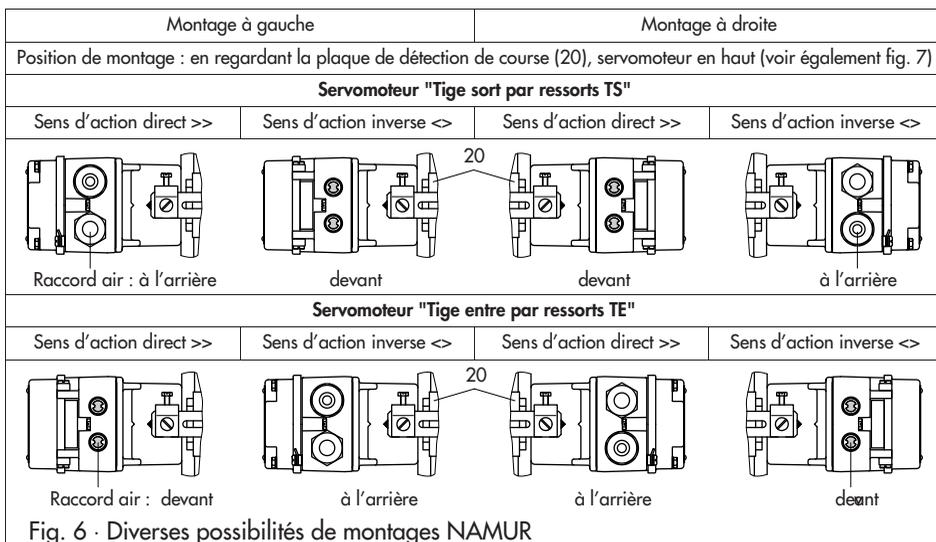

Fig. 6 - Diverses possibilités de montages NAMUR
Avec le boîtier d'adaptation, le positionneur peut être monté à gauche ou à droite de l'organe de réglage (fig. 6 et 7). La rotation de 180° du positionneur sur son support modifie le sens d'action.
Vannes de réglage avec arcade moulée : Visser la plaque (20) sur l'accouplement tige servomoteur/tige de clapet. Pour les servomoteurs de 2800 cm², utiliser en plus l'équerre de montage (32). Retirer le bouchon caoutchouc du boîtier de l'adaptateur et fixer ce dernier dans la rainure NAMUR par la vis 6 pans (voir fig. 6).
Vannes de réglage à colonnes : Visser la plaque (20) sur l'entraînement de la tige de clapet et les goujons (29) dans le boîtier de l'adaptateur. Placer le boîtier avec la plaque de fixation (30) à droite ou à gauche (fig. 6) de la tige de vanne et visser avec les écrous (31). Régler la hauteur de telle sorte que le levier (18) soit horizontal à mi-course de la vanne
Engager le ressort (21) sur le levier (18) selon la fig. 7. Dans le cas de montage de positionneur avec raccord-air sur l'avant (voir fig. 6), le ressort doit être placé en bas du levier (18). Engager le levier (18) avec l'étrier de blocage (25) sur l'axe (22). Le palpeur (19) doit être maintenu en contact avec le levier (18) à l'aide du ressort (21).